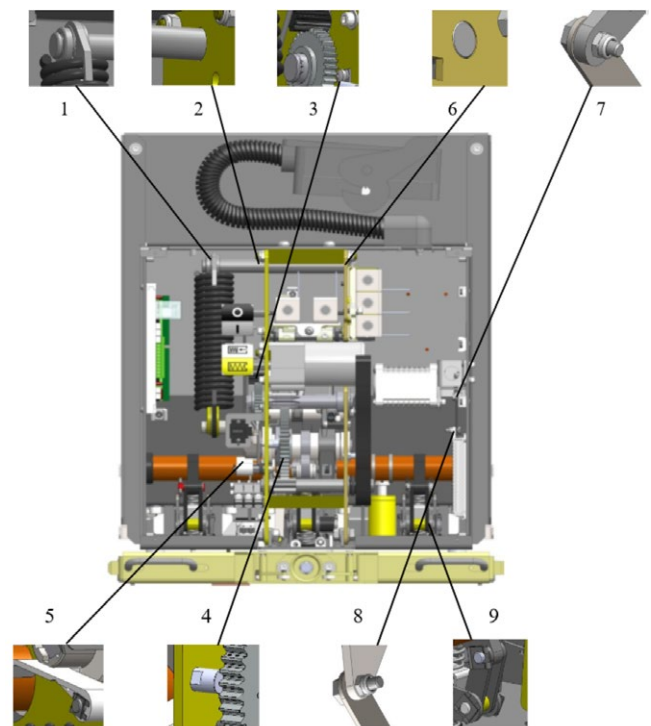

Рис. 15 Места смазки подвижных узлов в приводе выключателя. Расшифровка см. табл. 11
- проверку смазки узлов привода в соответствии с рис. 15 и табл. 11 (допускается применение другой смазки с аналогичными характеристиками), при необходимости – замену смазки;